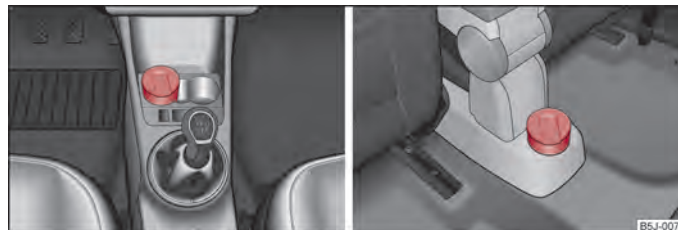

Abb. 64 Mittelkonsole: Aschenbecher vorn / hinten
- Nehmen Sie den Aschenbecher ⇒ Abb. 64 nach oben heraus. Beim Herausnehmen halten Sie den Aschenbecher nicht am Deckel - Abbruchgefahr.